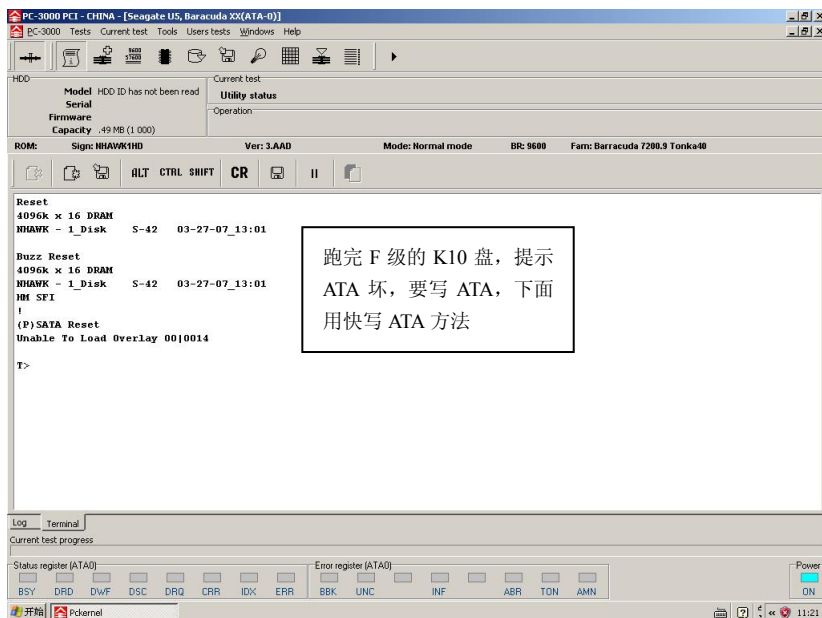

图 7-73 快写 ATA
(1) 跑完 F 级的 K10 盘，提示 ATA 坏，要写 ATA，下面用快写 ATA 方法。如图 7-73 所示。